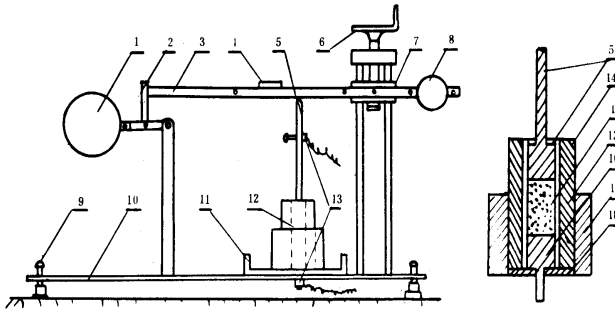

图1 电阻率测定仪示意图
4.1 电阻率测定仪(如图1)
6.2 按图 1 将上活柱放进试样槽内,转动手轮,当杠杆接近水平时,挂上大轮,继续转动手轮,使杠杆达到水平。用游标卡尺量出试样槽的顶部至上活柱接线螺杆处的空白高度 h_0 ,同时用电桥测出空白电阻值 R_0 。